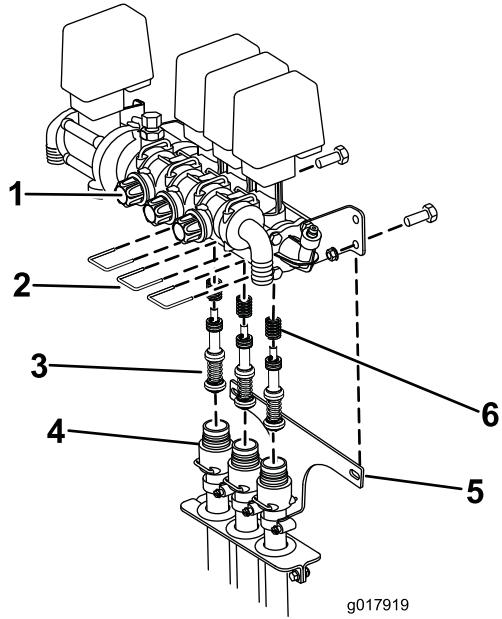

Figura 75
- Retire las 3 horquillas que sujetan los asientos de las válvulas al conjunto de las válvulas (Figura 75).
- Retire los 2 tornillos y las 2 tuercas que sujetan el soporte de las mangueras al bastidor del fumigador (Figura 75). Baje las mangueras del conjunto de las válvulas.
- Usando una llave Allen de 3 mm, retire los tornillos que sujetan los pistones en el conjunto de las válvulas. Asegúrese de guardar los muelles de la válvula (Figura 75).